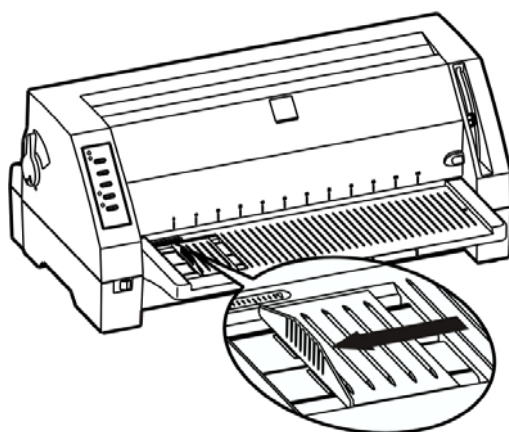

图 3-3 调整导纸器位置
4. 根据打印机前盖左边的标示调整导纸器位置（打印机前盖上左边标签的标示位置，“0”位置表示横向有效打印起始位置），如图 3-3 所示。